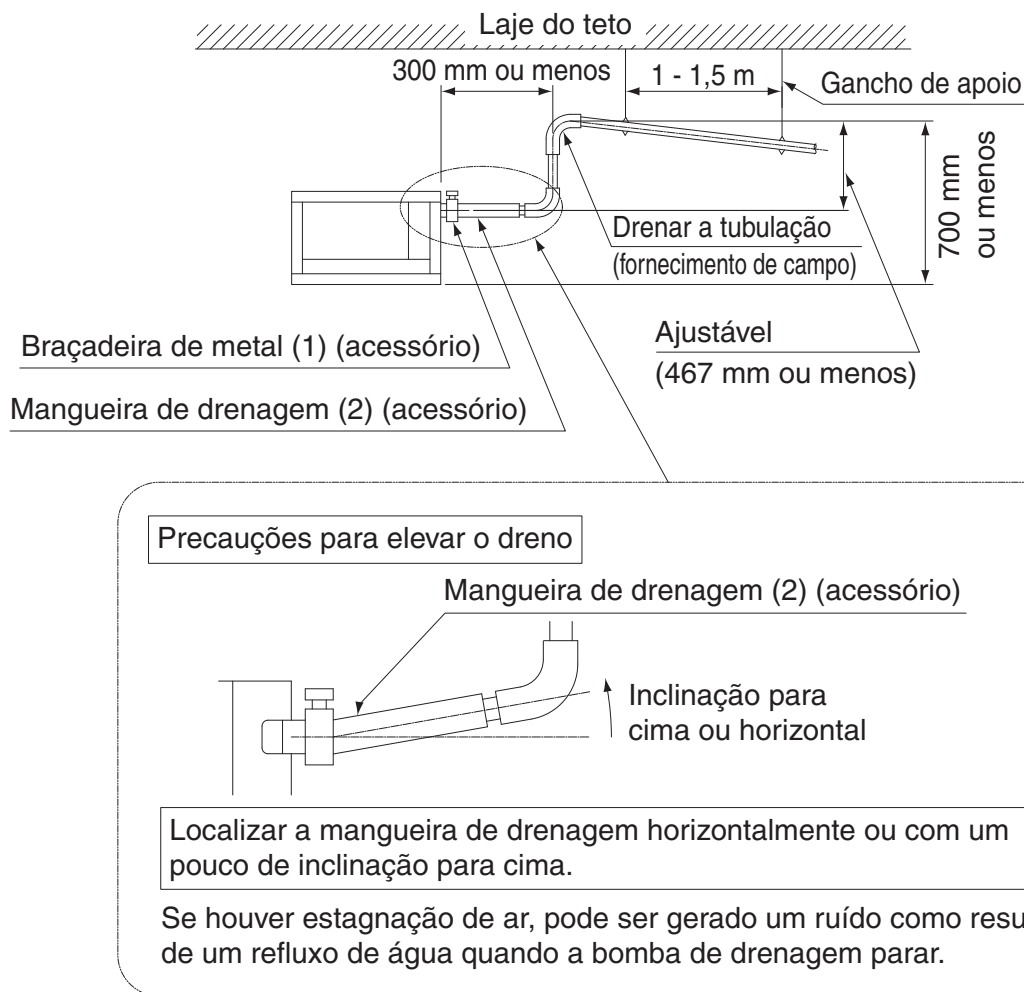

Fig. 14
- Se a inclinação de drenagem for insuficiente, realize o trabalho de drenagem. **(Consulte a Fig. 14)**